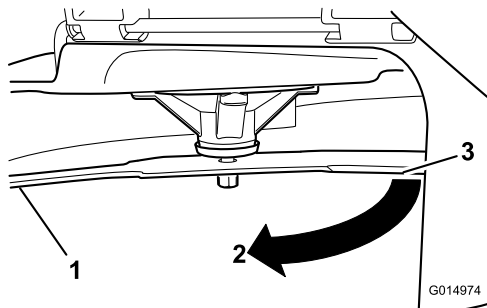

Figure 80
3. Seconde distance mesurée entre la lame et la surface (B)
4. Tournez la même lame de 180 degrés pour amener le tranchant opposé à la même position (Figure 80).